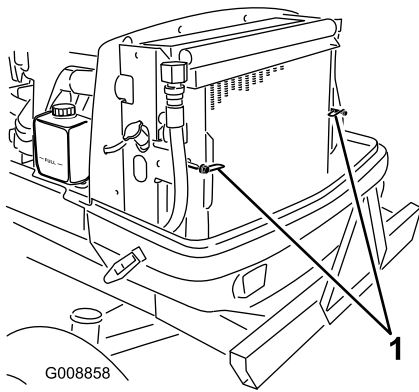

Bild 73
2. Drehen Sie die Riegel (Bild 73), mit denen der Ölkühler am Rahmen befestigt ist.